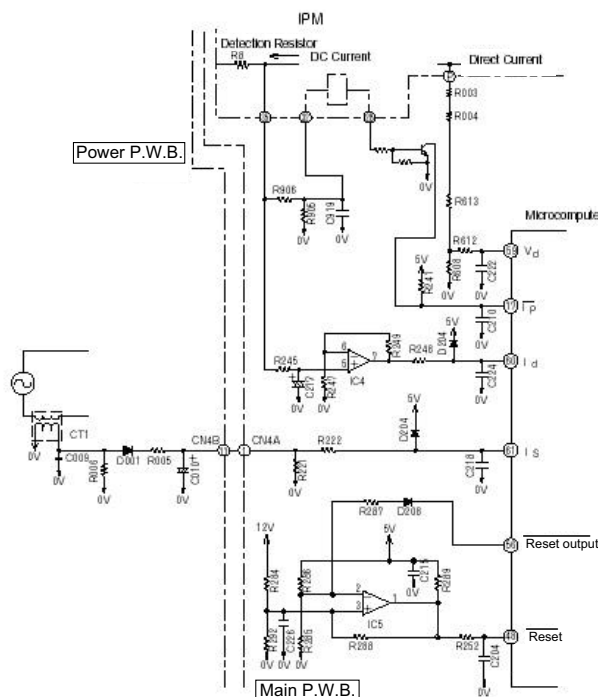

Fig. 6-2
ID OVL is watching and limits the compressor current through the detection resistor, which is built in IPM in order to control the compressor reliability. Since the compressor reliability is related with its speed, the ID OVL value is also linked with the compressor speed. Fig.6-2 shows an ID OVL limitation curve.
ID OVL contrôle et limite le courant de compresseur via la résistance de détection intégrée à l'IPM, afin de contrôler la fiabilité du compresseur. Étant donné que la fiabilité du compresseur est en rapport avec sa vitesse, la valeur ID OVL est également liée à la vitesse du compresseur. La Fig. 6-2 représente une courbe de limitation ID OVL.
Fig. 6-2. The filter consisting of R245 and C217 removes high harmonic frequencies from the voltage generated by the current flowing to Detection resistor; R245 and C217 average the voltage. This voltage is then input to IC4 pin ⑤ and supplied to microcomputer pin ⑥. The microcomputer compares this input with the set value, and if the input exceeds the set value, it enters overload control status.